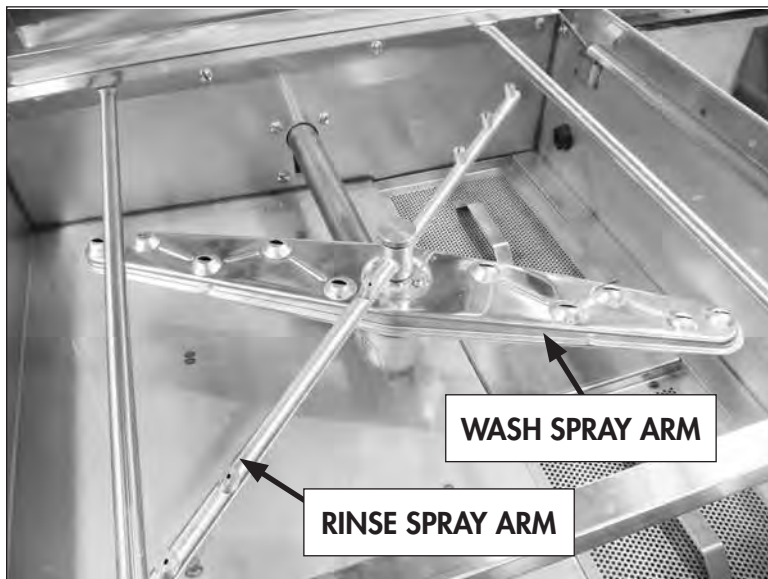

Fig. 23
- 3 INSTALL UPPER AND LOWER WASH AND RINSE SPRAY ARMS. MAKE SURE THEY SPIN FREELY (See Fig. 23).